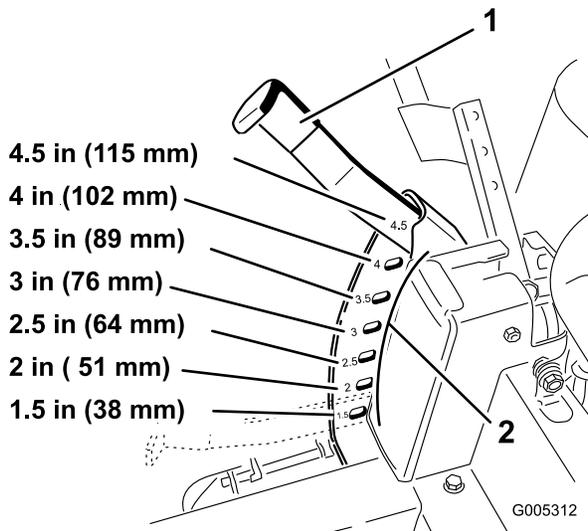

Figura 16
1. Levante la palanca de ajuste de la altura de corte a la posición de transporte, es decir, la posición de altura de corte 4.5 (que es también la posición de altura de corte de 115 mm [4-1/2 pulgadas] (Figura 16)).